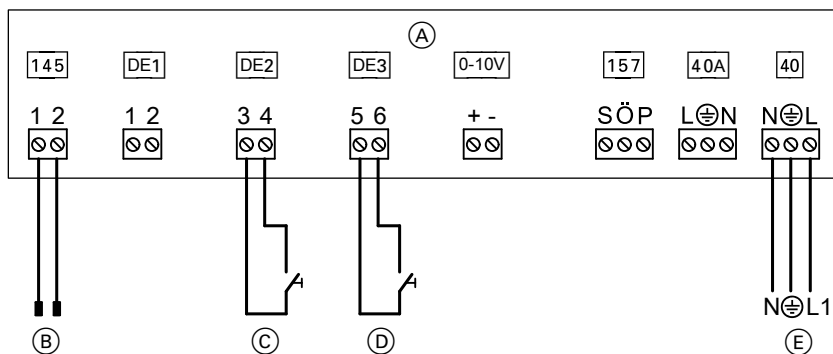

Abb.37
- Die beiden potenzialfreien Kontakte werden an der Erweiterung EA1 angeschlossen, gemäß Abb. 37.